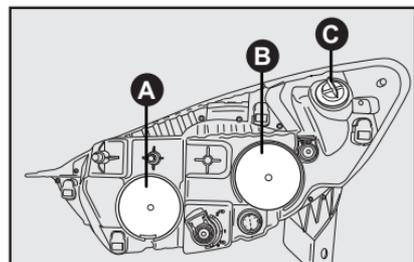

fig. 16
- Tirar de la tapa **A-fig. 16** y quitarla;
- Recolocar la tapa **A-fig. 16**.
Recolocar la tapa **B-fig. 16**.
- Quitar la tapa **A-fig. 16**, tirando de la misma;